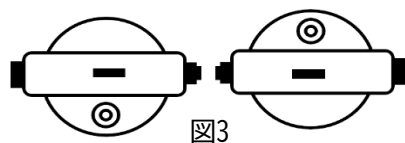

図3
- ・気泡が中央のままであれば調整は不要です。(図3の状態)